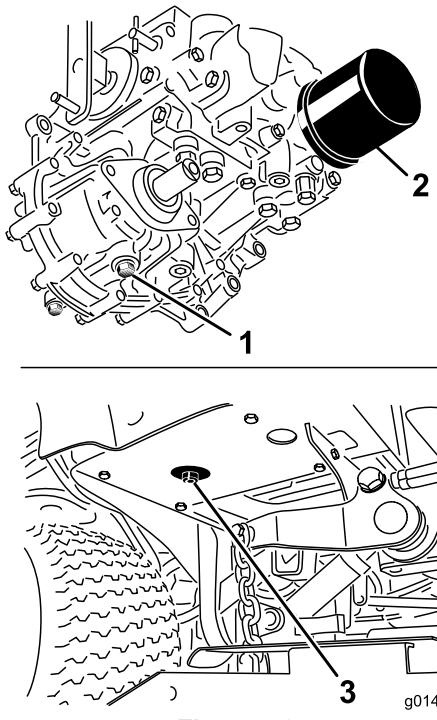

Figura 50
3. Coloque um recipiente grande sob o reservatório hidráulico e cárter da transmissão e retire os bujões, drenando todo o fluido hidráulico (Figura 50).
4. Limpe a zona em redor do filtro de óleo hidráulico e retire-o (Figura 50).